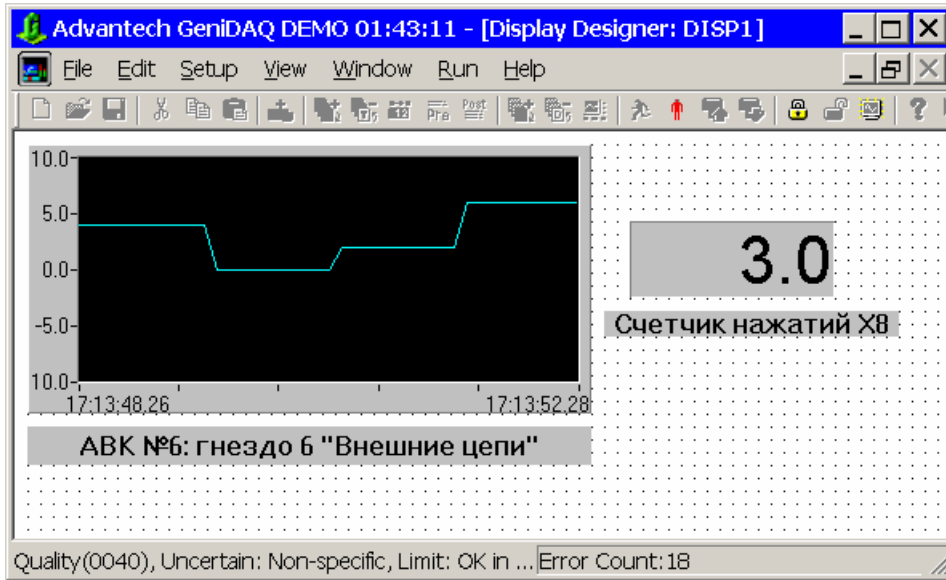

Рис. 5.25. Вид окна редактора форм отображения
13. *Тринадцатое действие.* Сохраните созданный проект аналогично тому, как это было сделано на занятии 1. После сохранения проекта имеется возможность немедленного запуска созданного проекта с помощью кнопки **Start** на панели инструментов (рис. 5.25). Остановить работу проекта можно с помощью кнопки **Stop** на панели инструментов. В процессе выполнения стратегии рекомендуем выполнить следующие эксперименты. На АВК № 6 подавать на гнездо 1 **Внешние цепи** различные напряжения с выхода источника эталонных напряжений (входной аналоговый сигнал) и измерять напряжение на гнезде 6 (выходной аналоговый сигнал) — эти напряжения должны совпадать. Выполнять переключение тумблера **X0** на имитаторе дискретных сигналов и наблюдать за состоянием светодиода **Y0**. Выполнять нажатие кнопки **X8** на имитаторе дискретных сигналов и наблюдать за состоянием цифрового индикатора.